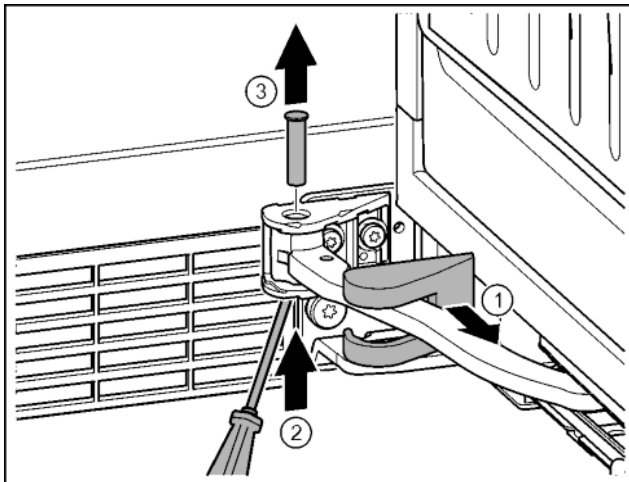

Fig. 16
▶ Снять крышку опорного кронштейна и переместить вдоль шарнира. Fig. 16 (1)
▶ Рукой или отвёрткой приподнять палец снизу. Fig. 16 (2)
▶ Вставить отвёртку под головку пальца и вытащить его. Fig. 16 (3)